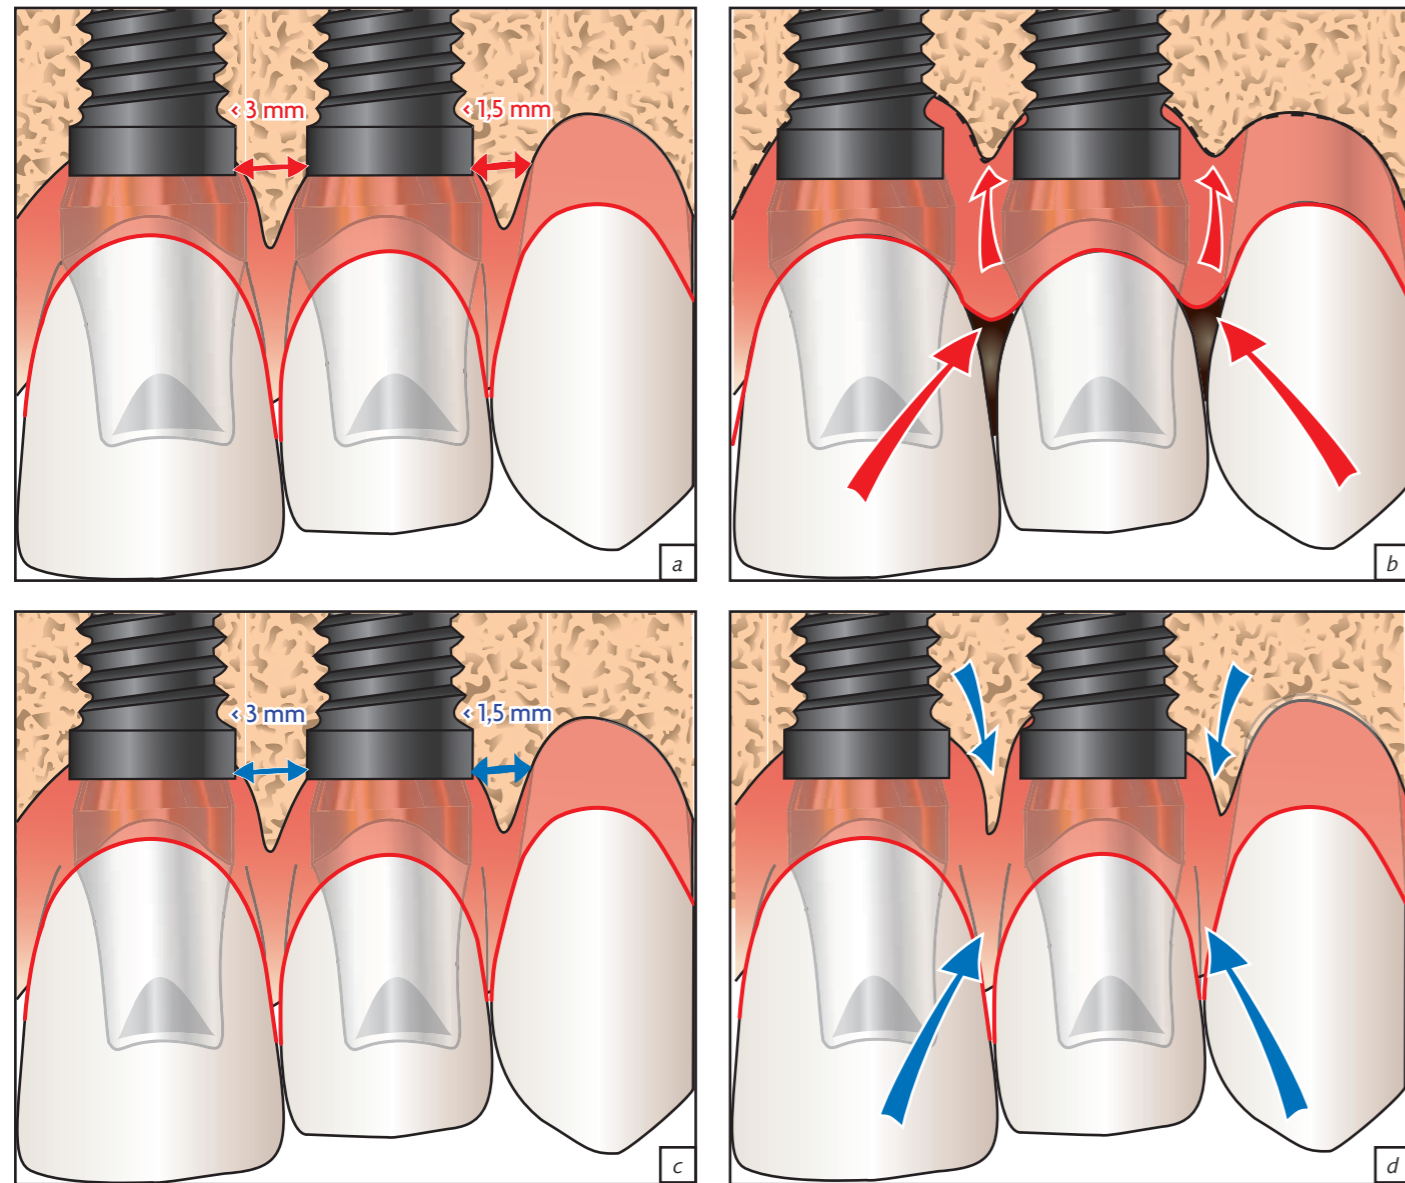

Fig.6. Simplifications éventuelles apportées par l'application du platform-switching dans les règles de positionnement des implants.
- elle permettrait de revoir à la baisse les distances minimales entre dent et implant et entre implants (fig.6) (Davarpanah et al., 2007)